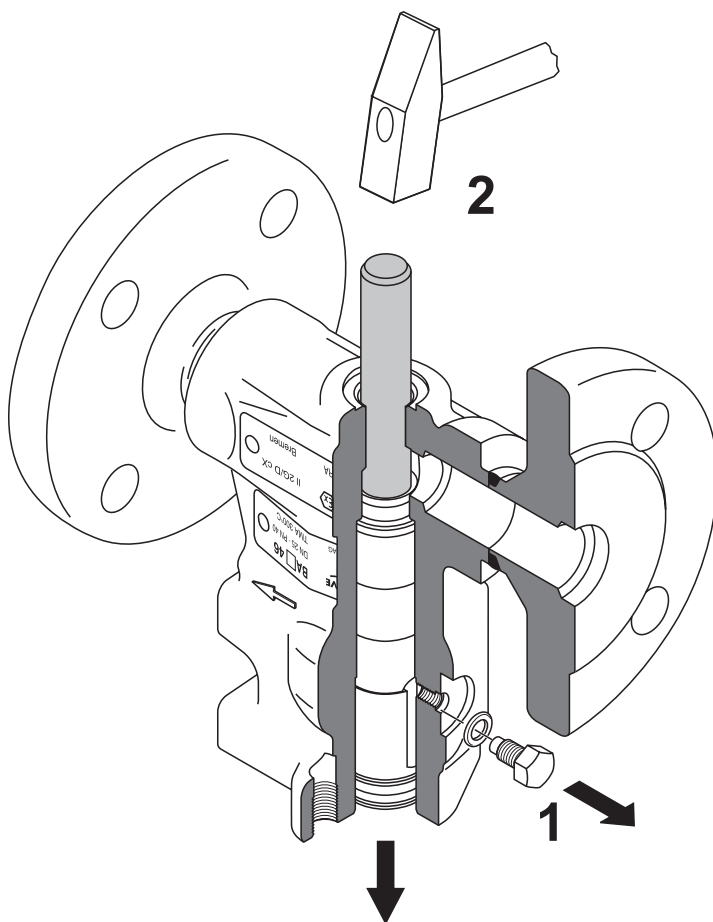

Рис. 14
7. Используя плоское медное зубило d = 14.8 мм, выбейте внутренние детали от **Ⓡ** до **Ⓠ**. **Рис. 14**
9. Используя плоское медное зубило $d = 14.8$ мм, выберите внутренние детали от **F** до **J** **Рис. 14**.